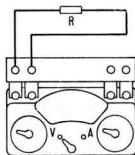

Bild 22
5. b) **Meßobjekte von 0,5 ... 500 kOhm** sind an die beiden linken Klemmen des Ohm-Zusatzes anzuschließen; der Meßpfadschalter ist auf „V“ zu stellen (Bild 22). Der Ausschlag α ist an der schwarzen Skala abzulesen. Der Ohmwert des Widerstandes kann entweder an der Leiter des Ohm-Zusatzes oder aus dem Kurvenblatt Bild 23 abgelesen werden oder berechnet werden nach der Formel